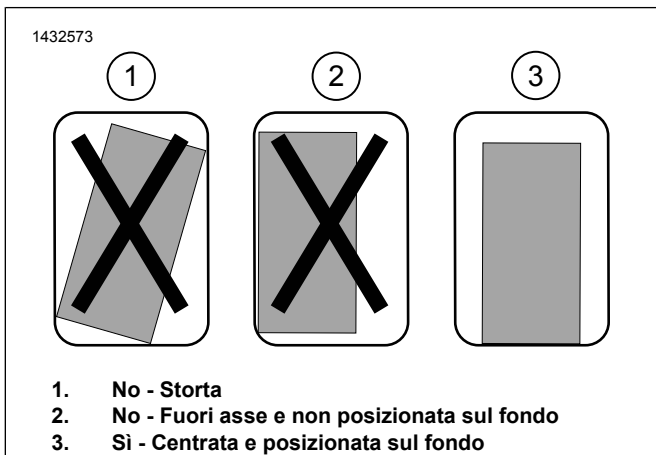

Figura 11. Installazione della staffa di montaggio
- a. Vedere la figura 11. Verificare l'adattamento del gruppo della staffa di montaggio. La staffa deve essere dritta, centrata e il più vicino possibile alla parte inferiore della borsa.
- c. Vedere la figura 11. Verificare l'adattamento per la posizione definitiva assicurandosi che la staffa sia dritta, centrata e il più vicino possibile alla parte inferiore della borsa.